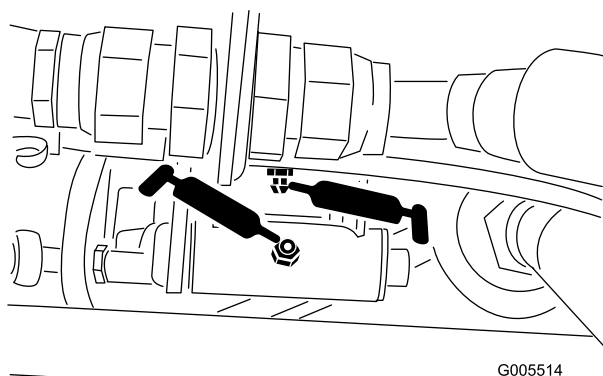
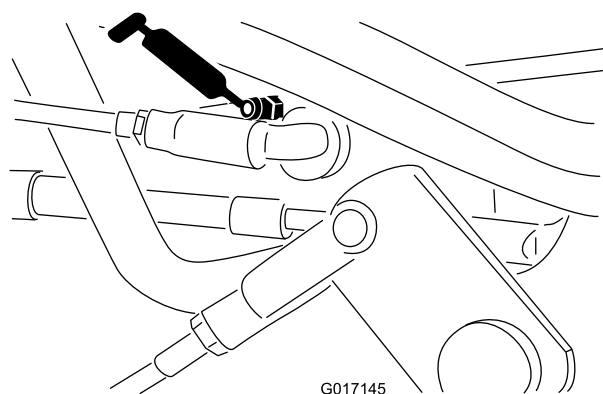

Figura 45
Figura 46
- Articulação do selector de velocidade (Figura 45 e Figura 46)